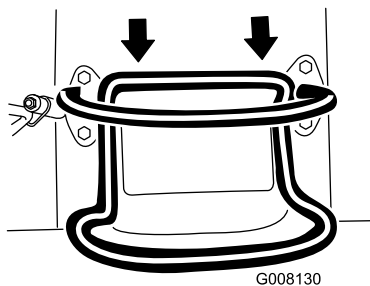

Bild 8
- Bewegen Sie den Fahrantriebshebel nach hinten, um rückwärts zu fahren (**Bild 8**). **Schauen Sie beim Rückwärtsfahren nach hinten und achten Sie auf Hindernisse, fassen Sie den Anschlagbügel mit den Händen an.**